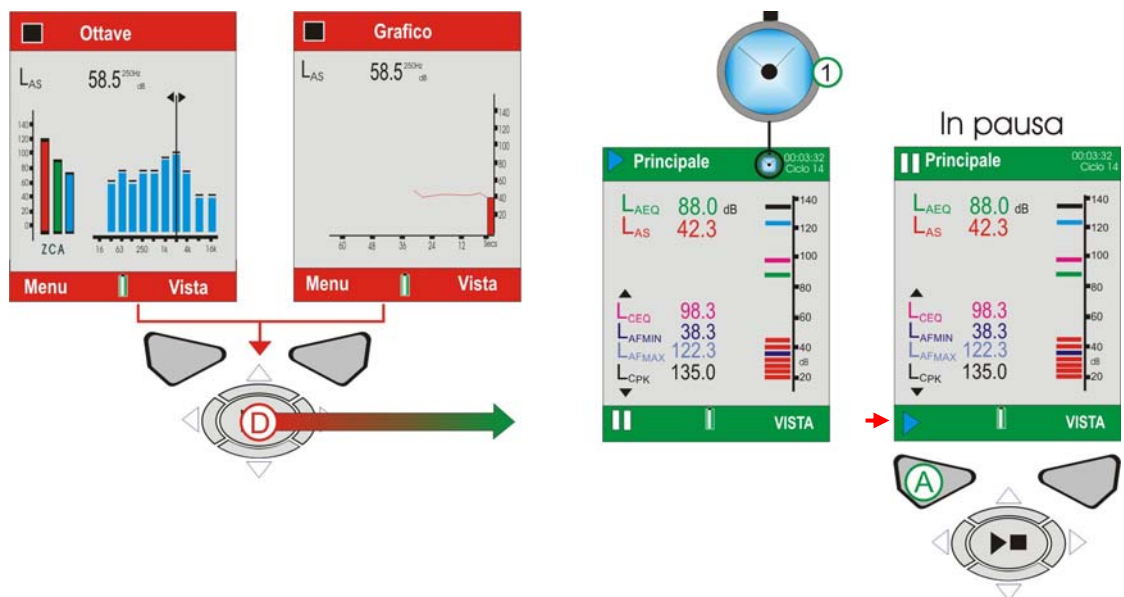

Figura 12 Schermate ciclo
J. SCHERMATE CICLO (fare riferimento alla figura 12)